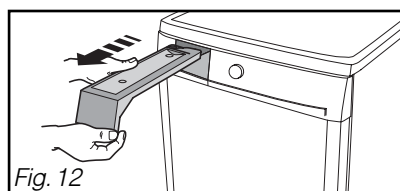

Fig. 12
– Pour le vider, dégagez-le de son logement en le tirant vers vous (Fig. 12).